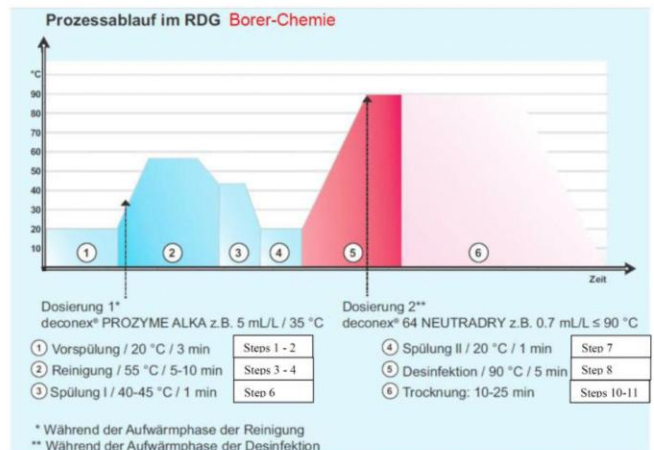

Fig.1 Esquema do fluxo do programa 1 Instruments Ao-value 3000
- Iniciar o programa 1 Instruments Ao-value 3000 para desinfecção térmica, fluxo do programa (ver fig.1). A desinfecção é feita, tomando em conta as normas nacionais e o valor A₀ (EN/ISO 15883).